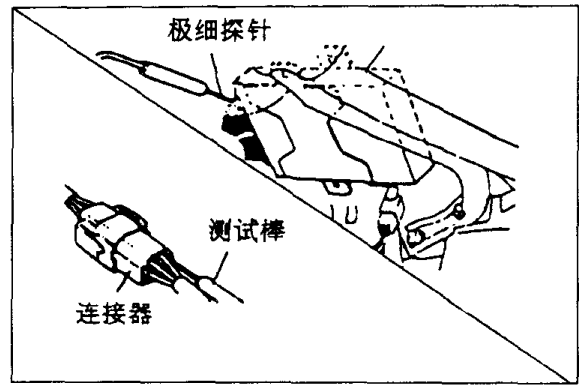

图 1-1-5
(2) 普通(非防水)连接器。将测试棒从配线侧插入进行检查。如果容许插入测试棒的连接器(控制器等)太小，则应注意不要过于用力，而且要使用专用工具(配线组内极细的探针)，如图 1-1-5 所示。